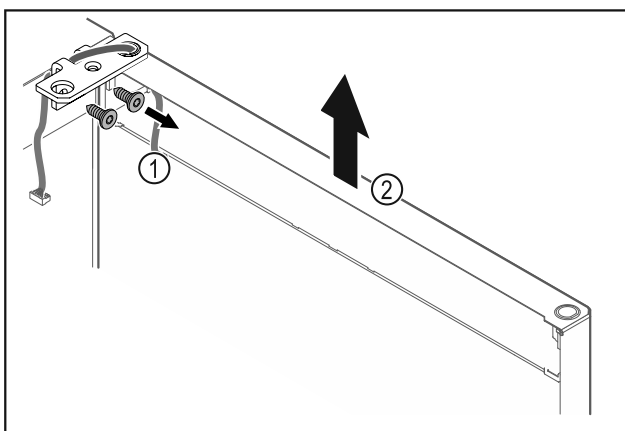

Fig. 20
- ▶ Scharnierwinkel Fig. 20 (1) abschrauben.
- ▶ Tür inklusive Scharnierwinkel Fig. 20 (2) circa 200 mm gerade nach oben heben und abnehmen.